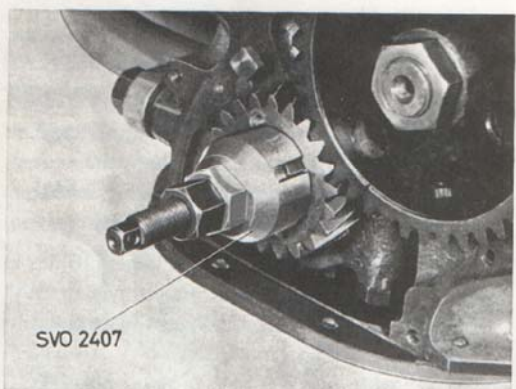

Bild 47. Montering av vevaxeldrev
6. Montera vevaxeldrevet med verktyg SVO 2407 och kamaxelhjulet med SVO 2408, se bild 47 och 48. Sätt på navet på vevaxeln. Tryck ej kamaxeln bakåt så att tätningsbrickan vid bakre änden lossnar.